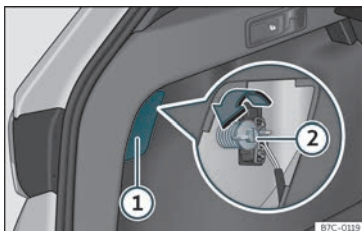

Fig. 47 Bagageira: acesso ao parafuso de fixação da unidade de luz traseira.
- Retire a tampa fazendo alavanca com o lado plano de uma chave de fendas no entalhe »» **Fig. 47 ①**.
- Desenrosque com a mão ou com ajuda de uma chave de fendas o parafuso de fixação do farolim »» **Fig. 47 ②**.